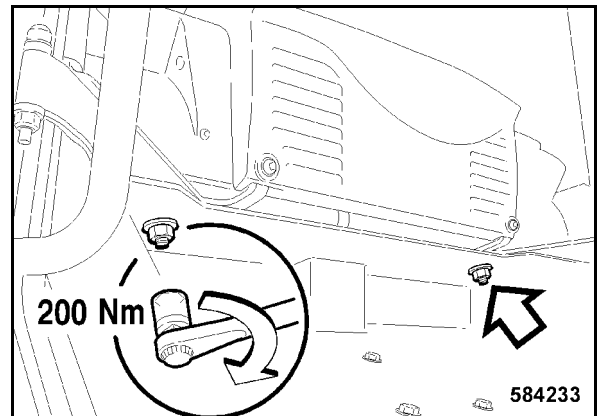

Fig. 214
- Enroscar tuercas con arandelas en ambos espárragos y apretarlas con 200 Nm (Fig. 214).